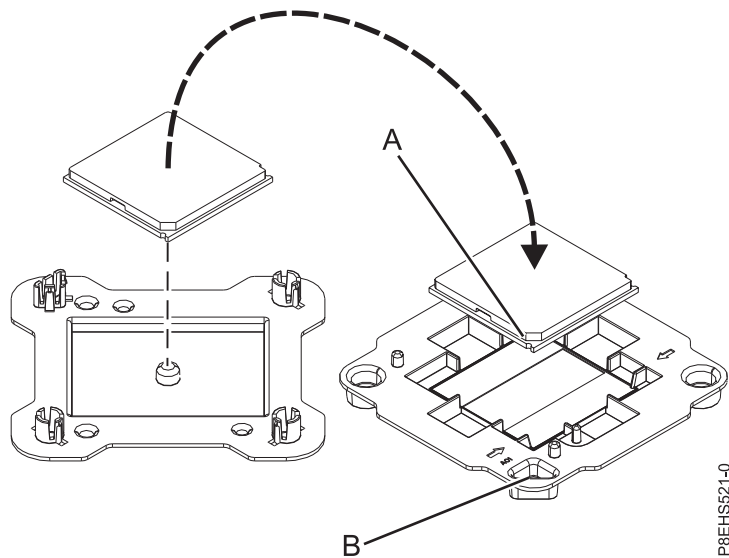

Figure 112. Positionnement du module processeur système dans l'emballage
13. Saisissez légèrement par les côtés le module processeur système que vous avez remplacé et soulevez-le hors du couvercle de l'emballage. Alignez l'angle biseauté du module (A) avec l'angle de l'emballage comportant un trou en forme de triangle (B) et placez-le dans l'emballage, comme illustré dans la figure 112. Fermez le couvercle de l'emballage.